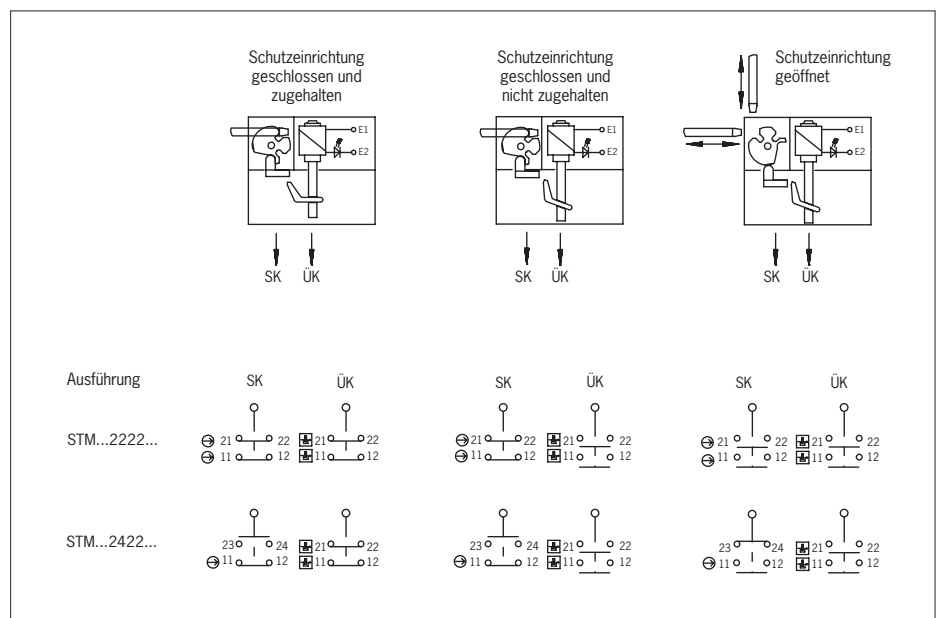

Bild 4: Schaltelemente und Schaltfunktionen
3. Anschließen und Klemmen mit 0,5 Nm anziehen (Kontaktbelegung siehe Bild 4).